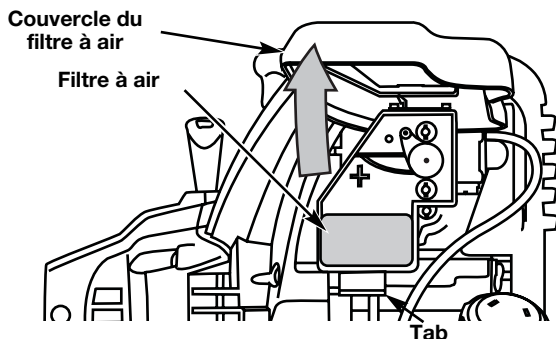

Fig. 45
1. Ouvrez la couverture du filtre à air. Poussez la languette sur le dessous vers l'intérieur. Tirez ensuite la couverture du filtre à air vers le haut et vers l'extérieur. (Fig. 45).
2. Retirez le filtre à air (Fig. 45).
6. Remplacez le filtre (Fig. 45).